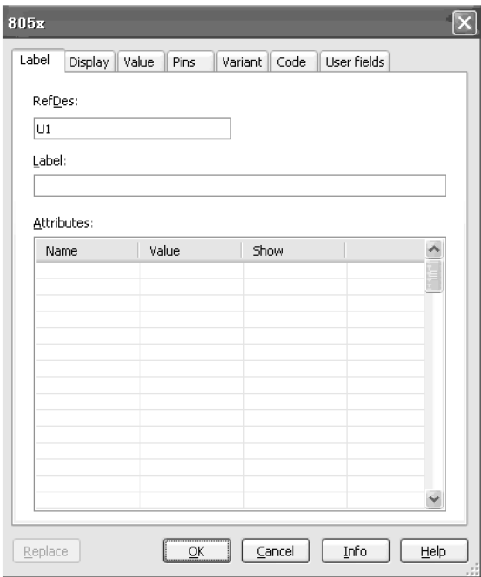

图 6-78 单片机设置对话框
双击单片机模块，弹出单片机设置对话框，如图 6-78 所示。该对话框有 7 个标签页，分别说明如下：
- (1) Label 标签页，如图 6-78 所示。该页的设置与其他元件设置一样，不再赘述。